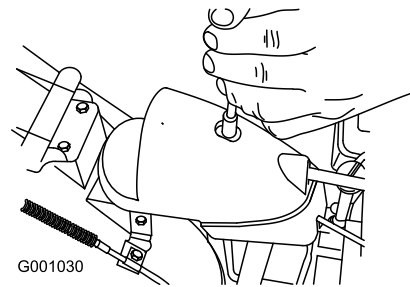

Bild 42
1. Nehmen Sie die Befestigung an der Getriebeabdeckung ab (Bild 42), heben Sie die Abdeckung vorne hoch und schieben Sie sie nach hinten.